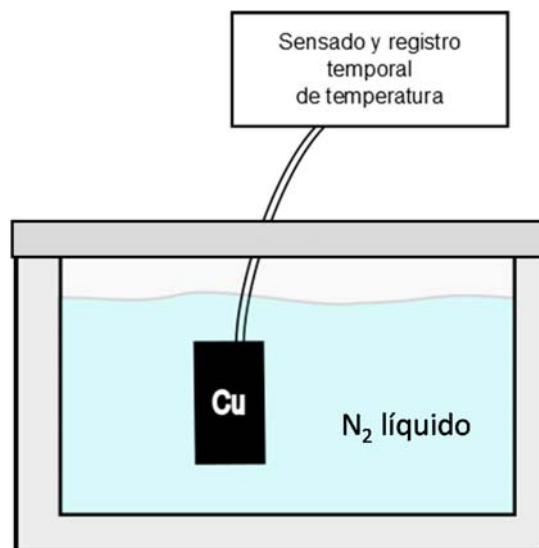

Figura 2. Dipositivo experimental.
En la práctica se observará el efecto Leidenfrost poniendo en contacto Nitrógeno líquido (NL) con una masa de cobre (Cu) a temperatura ambiente. El dispositivo experimental se muestra esquemáticamente en la figura 2. Básicamente consiste de un contenedor térmico donde se coloca NL y el cilindro de Cu. El cilindro de Cu posee en una de sus caras perforaciones donde pueden colocarse sensores de temperatura en correcto contacto térmico mediante grasa siliconada o similar.